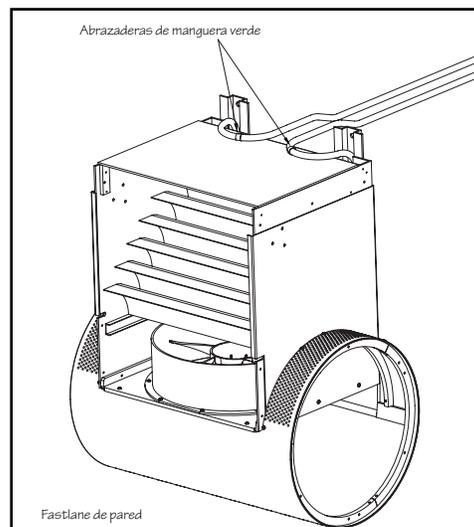

Fig. 6.6B
6.8b) Si las mangueras hidráulicas deben pasar a través de la pared de la piscina, empalme las dos mangueras por la parte de arriba de la carcasa superior. En la parte superior de la carcasa hay dos abrazaderas de manguera verde. Hay que quitar los tornillos que afianzan las abrazaderas a la carcasa para poder asegurar las mangueras a dichas abrazaderas (Fig. 6.6B).